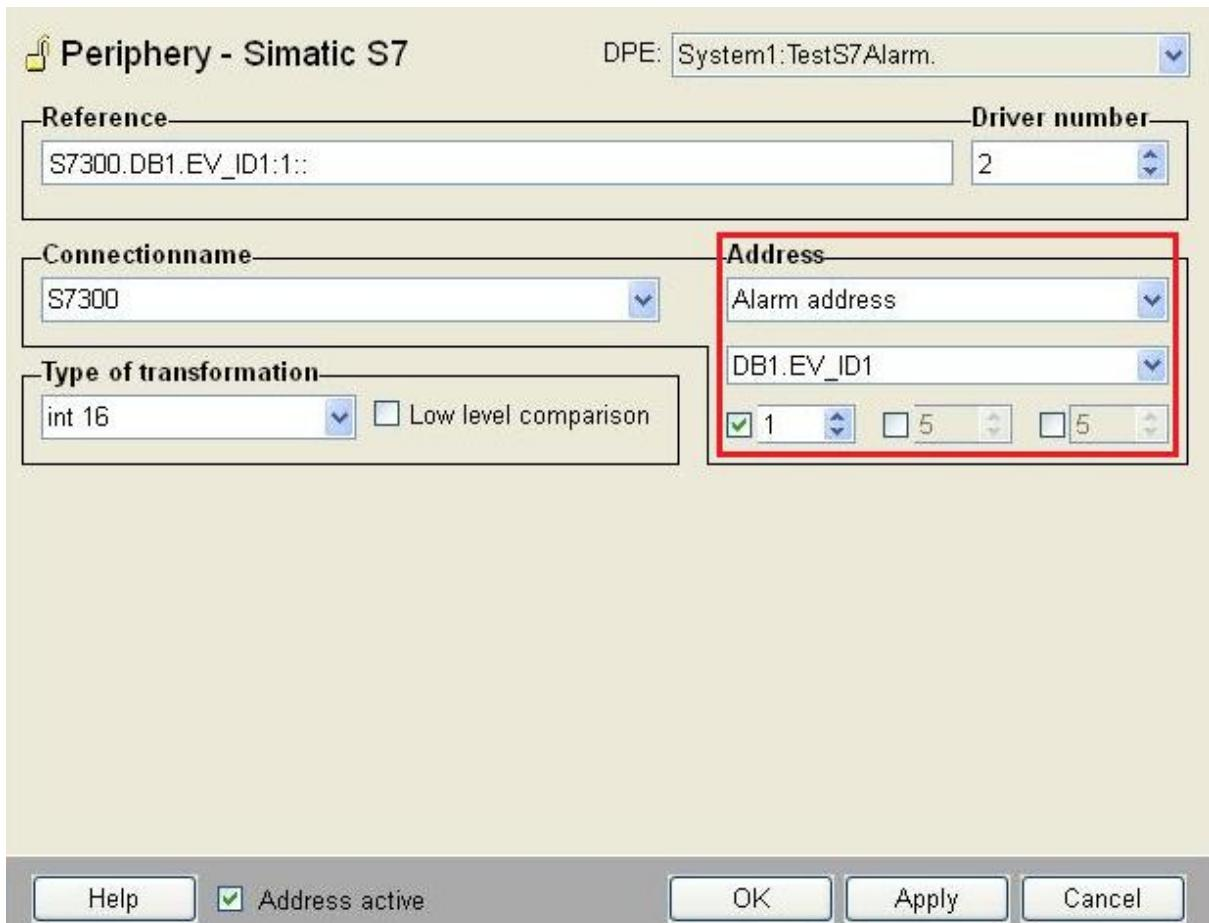

图 5: S7 地址组态对话框
2) 可选设置。在上图 5 的“Address”下面有三组复选框和微调按钮，用于实现将 S7 附加值 (additional value) 写入 DPE 的 original 值，或者将 S7 报警的信息文本和附加文本写入 WinCC OA 报警的附加值。例如，选中其中第一个复选框，设置为“1”，则将 S7 报警的第一个附加值设置到 DPE 的 original 值。